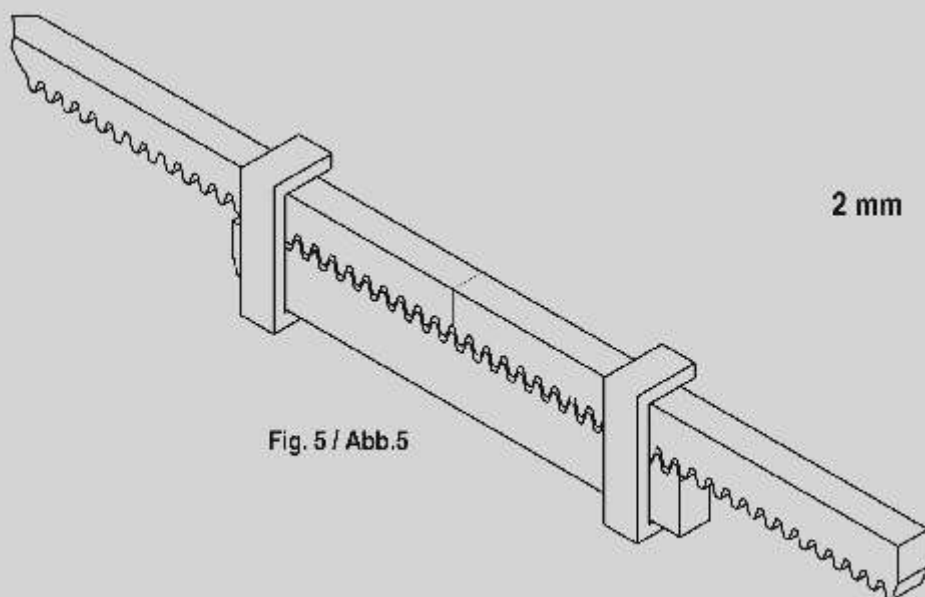

Fig. 5 / Abb.5
11. Um das nächste Element der Zahnstange genau abgestimmt auf die Verzahnung zu positionieren, ist es ratsam, einen Teil der Zahnstange mit Zwingen zu blockieren und die entsprechenden Abstandshalter mittels Punktschweißung zu fixieren (Abb. 5).
11. Om het volgende element van de tandheugel ook in de juiste stand te kunnen monteren, is het verstandig om een deel van de tandheugel met een klem vast te zetten en daarna de betreffende afstandsstukken op een aantal punten vast te lassen. (fig. 5).